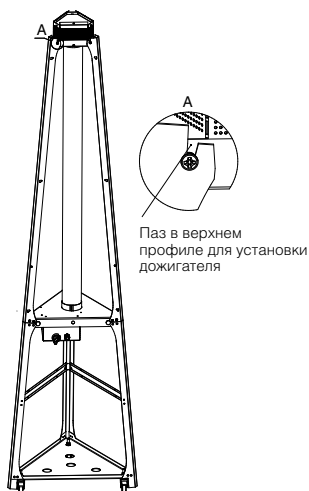

Рис. 8 – Установка колбы и дожигателя
- Извлеките из коробки колбу и аккуратно вставьте колбу. Сверху установите на профили дожигатель (Рис. 8), фиксируя колбу, затяните винты.